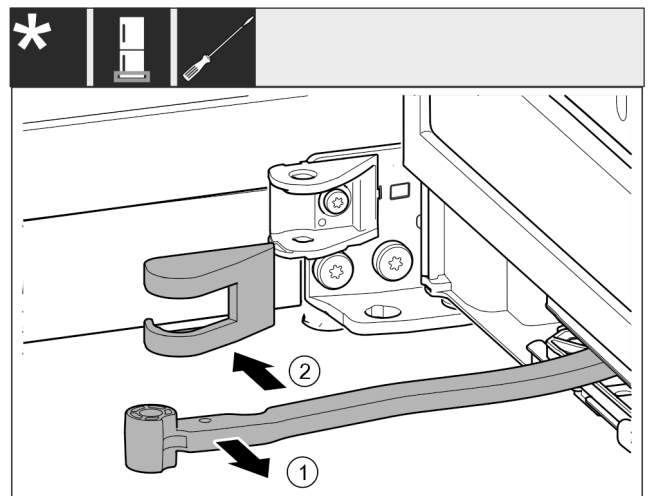

Fig. 16
- ▶ 将铰链 Fig. 16 (1) 转向门的方向。
- ▶ 移除托架盖 Fig. 16 (2)。